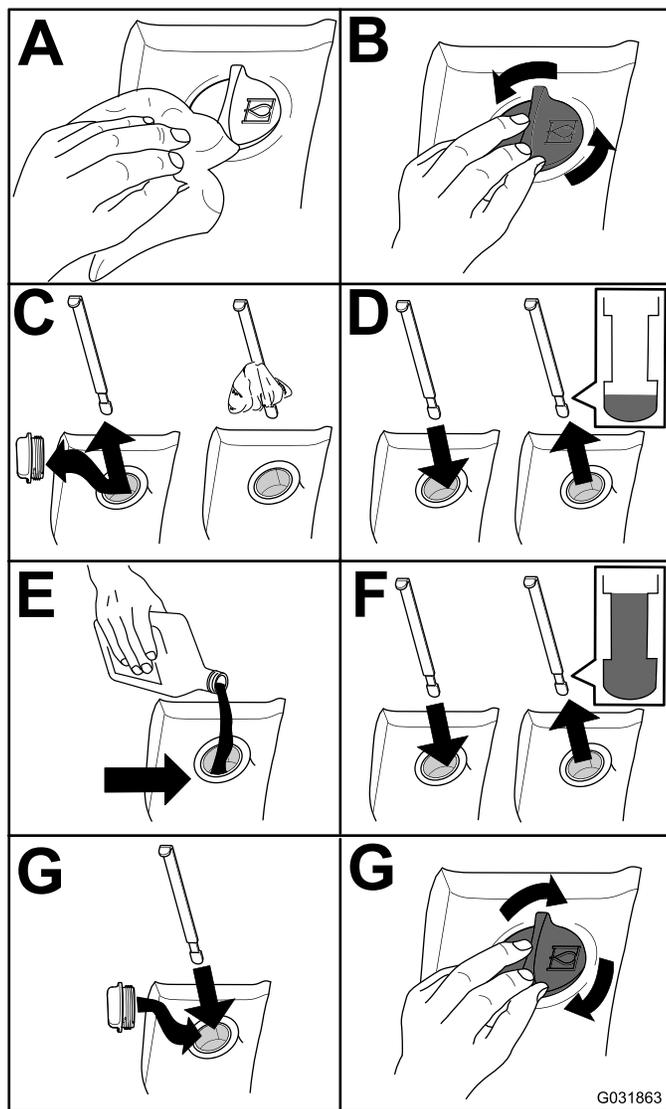

Bild 79
2. Prüfen Sie den Stand des Hydrauliköls (**Bild 79**).